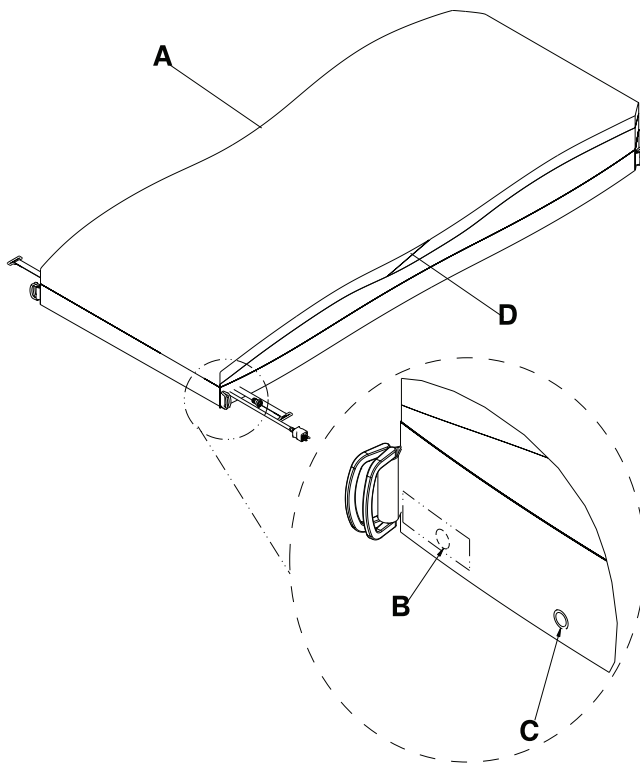

Figure 2-16 : Housse supérieure
5. Désenclencher les deux loquets de fixation (C) à chaque coin du côté pieds (Figure 2-16 à la page 2-37).
6. Désenclencher les deux attaches à chaque coin du côté pieds (B) (Figure 2-16 à la page 2-37).
8. Ouvrir la fermeture à glissière de la housse supérieure de la surface d'appui en démarrant par la housse inférieure et en utilisant la tirette de fermeture à glissière ou un dispositif équivalent (A) (Figure 2-16 à la page 2-37), puis en arrêtant au milieu du côté opposé (D).